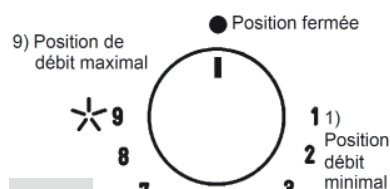

Fig.21
Pousser et tourner le bouton rotatif correspondant au brûleur souhaité dans le sens inverse des aiguilles d'une montre jusqu'à ce qu'il atteigne la position d'allumage maximal ☆ (position 9 fig. 21), puis relâcher le bouton rotatif ; le robinet est équipé d'une échelle de 9 positions, à chaque cran, la flamme se réduit jusqu'à atteindre la position 1, l'alimentation minimale en gaz.
Les boutons des brûleurs équipés d'un dispositif de coupure en cas d'absence de flamme doivent être tournés dans le sens inverse des aiguilles d'une montre jusqu'à ce qu'ils atteignent la position d'allumage maximal (position 9, fig. 21) et qu'ils s'arrêtent. Appuyer ensuite sur le bouton rotatif en question et répéter les opérations indiquées précédemment.
- Lorsque le contenu de la casserole arrive à ébullition, régler le bouton rotatif sur la position correspondant au débit minimal (position 1, fig. 21).
- Les brûleurs équipés d'un dispositif de coupure de sécurité en cas d'extinction de la flamme ne peuvent être allumés que lorsque le bouton relatif a été placé sur la position d'allumage maximal (Position 9, fig. 21).